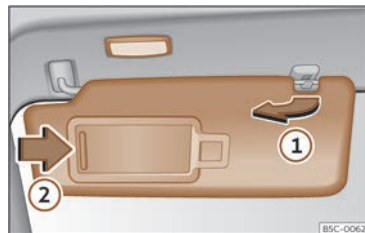

Fig. 108 Parasolarul
- Parasolarul poate fi scos din cadru și rotit spre ușă >>> **fig. 108 ①**.